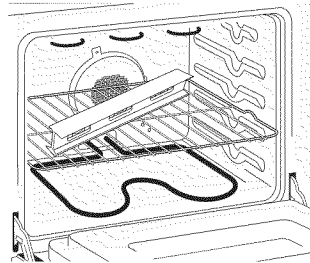
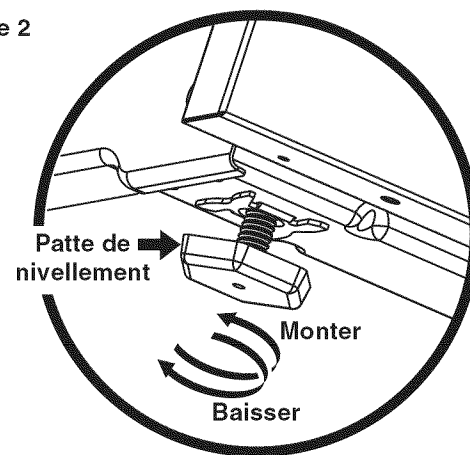

Figure 2
Figure 3
- Déposez un niveau à bulle sur la grille (Figure 2). Prenez 2 lectures en plaçant le niveau en diagonale dans une direction, puis dans l'autre direction. Si nécessaire, ajustez les 4 vis de nivellement à l'aide d'une clé pour niveler l'appareil (Figure 3).